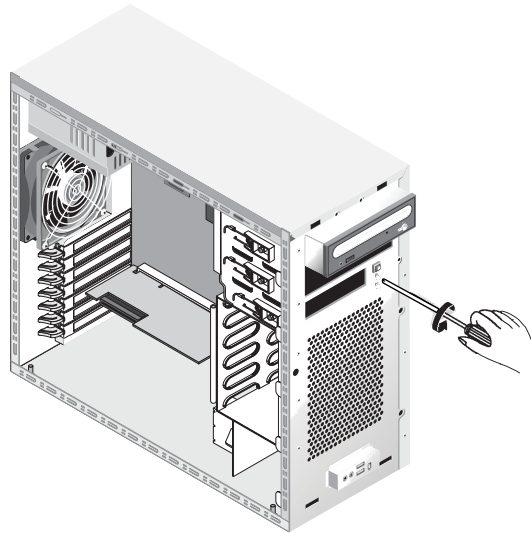

FIGURE 4-22 Retrait du panneau de commande
4. Placez-vous devant le châssis et retirez la vis de fixation du panneau de commande à l'avant du châssis (voir la FIGURE 4-22).